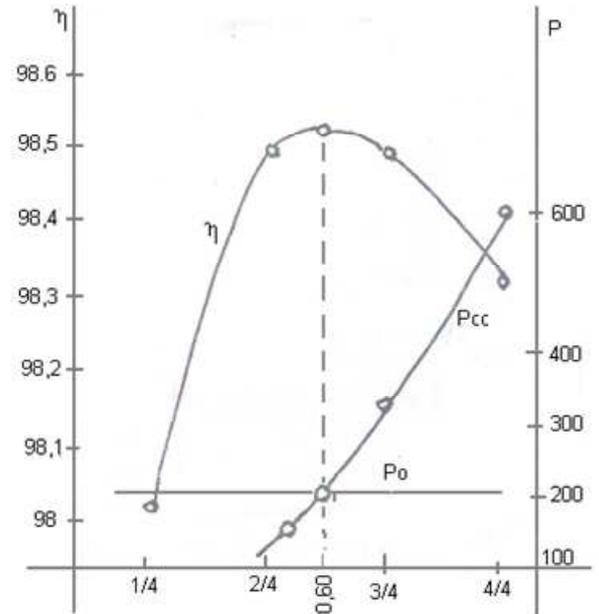

fig. 3
- Graficando los valores se obtienen las curvas de fig. 3